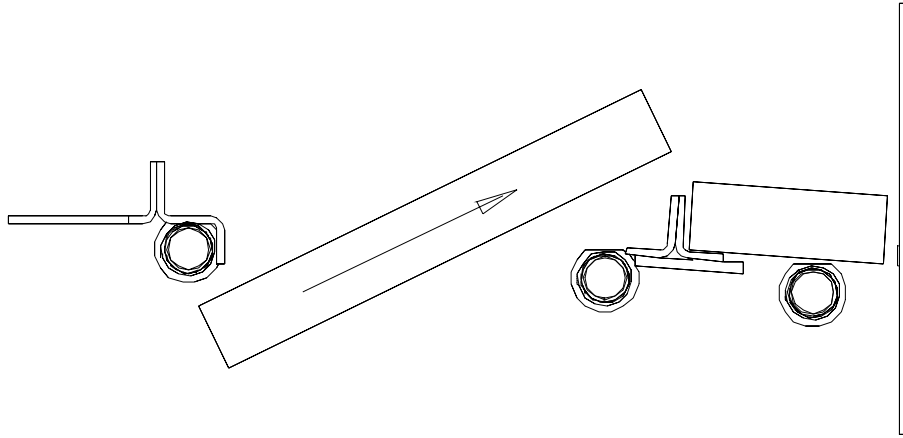

Figure 3.2a – Installation du déflecteur en briques
6. Installez les cinq briques entières, en commençant par les briques des extrémités. Consultez la Figure 3.2a.